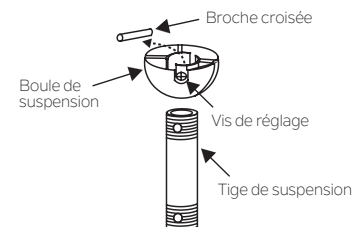

Fig. 7
Étape 5. Retirez la boule de suspension de l'assemblage de la tige descendante en desserrant la vis de réglage, en dévissant et en retirant la goupille transversale et en dévissant la boule de la tige. (Fig.7)